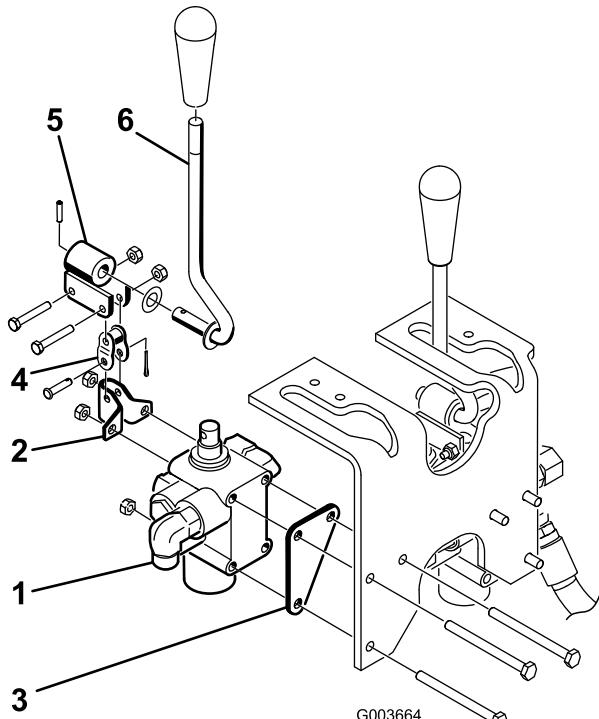

図 5
2. ボルト3本 ((1/4 x 3 in) とロックナット3個 (図5) を使って、バルブ・アセンブリ、ピボット・ブレケットおよびバルブ・プレートをフレームに取り付ける。取り付ける時に、バルブ・プレートがフレーム部材の前にくるようにする。90~110 in-lb (1.05~1.25 kg.m) にトルク締めする。
3. ボルト2本 (#10 x 1-1/4 in) とロックナット2個を使って、ピボット・レバー・アセンブリを、バルブ・スプールとオフセット・リンクに仮止めする（図 5）。この時点ではまだ本締めを行わないこと。